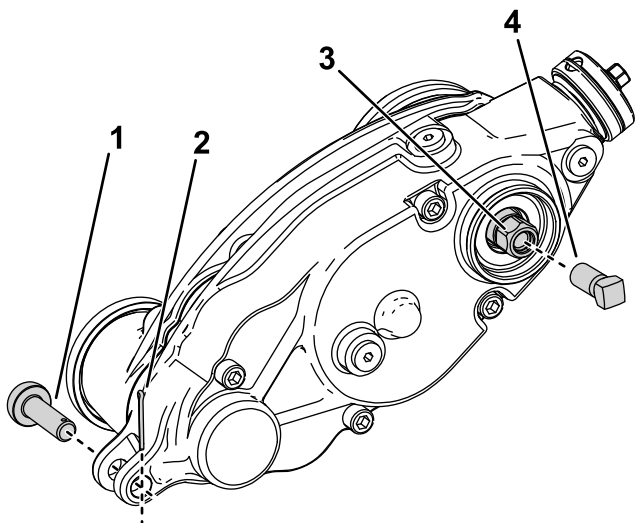

Figura 28
3. Retire el pasador del regulador y el pasador de chaveta que conectan la caja de transmisión del gromer a los brazos del regulador (Figura 28).
- Instale el tornillo de refuerzo (pieza n.º 1-803022 – se vende por separado) en las roscas internas del cabezal hexagonal de la transmisión del groomer y apriételo a 13,5 Nm, tal y como se muestra en la Figura 28.
- Retire la caja de transmisión del groomer del molinete de corte girando el cabezal hexagonal de la transmisión del groomer (Figura 28).